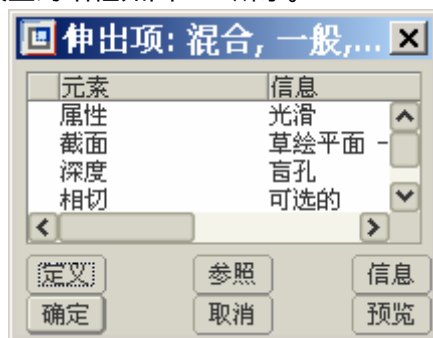

图 8-7
(5) 在信息区显示的文本栏中单击【否】按钮, 完成截面的绘制。
(6) 按系统提示依次输入第 2 个截面与第 1 个截面的距离为“70””, 第 3 个截面与第 2 个截面的距离为“50””。
(7) 上述操作完毕后，模型对话框如图 8-7 所示。